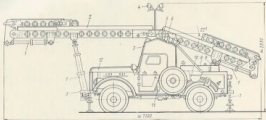

Рис. 12.12. Антенно-мачта АТ-4
**Конструкция автотранспортера АТ-4 (АТ-4М).** Автотранспортер смонтирован на базе шасси автомобиля ГАЗ-69, доработанного под АТ-4 (рис. 12.12). Специальное оборудование: транспортер, передний и задний цилиндры подъема и опускания стрелы, силовая установка, гидросистема, электрооборудование, аутигеры.